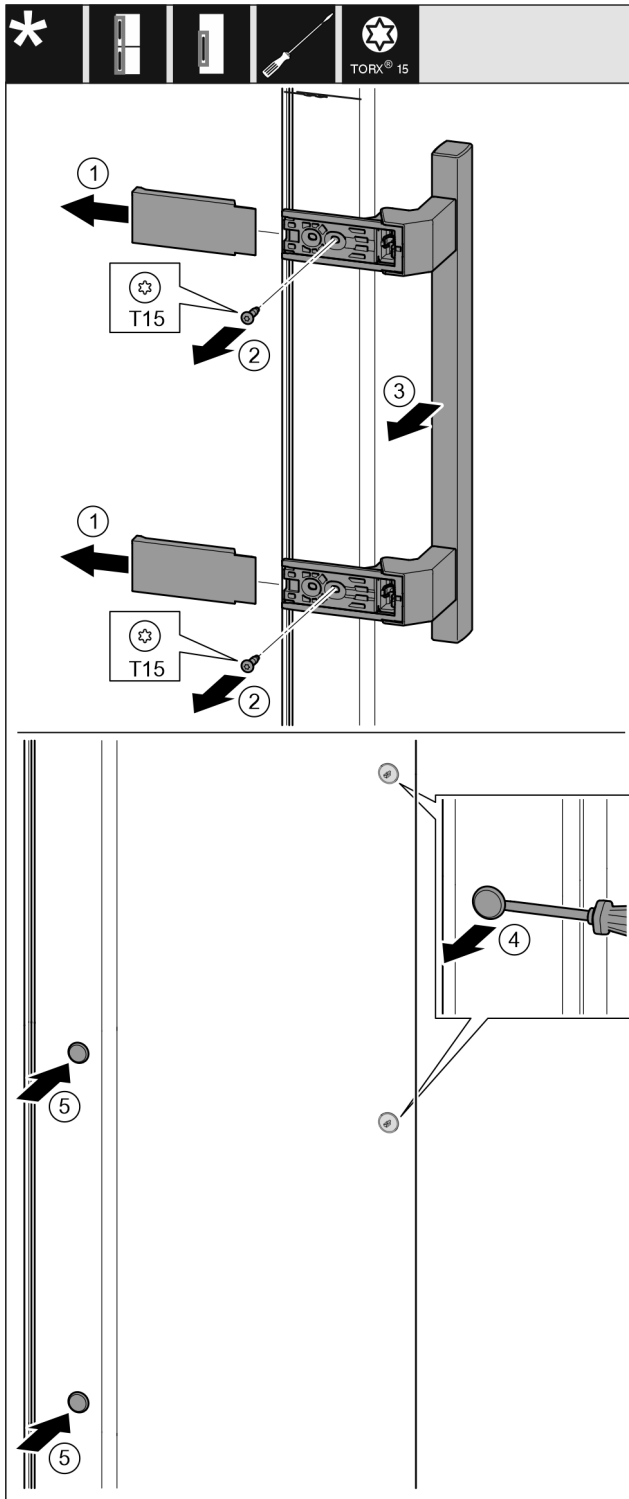

Fig. 17
- ▶ Снимите крышку. Fig. 17 (1)
- ▶ Выкрутите винты отверткой T15. Fig. 17 (2)
- ▶ Снимите ручку. Fig. 17 (3)
- ▶ Осторожно приподнимите шлицевой отверткой боковые заглушки и выньте их. Fig. 17 (4)
- ▶ Снова вставьте заглушки с другой стороны. Fig. 17 (5)